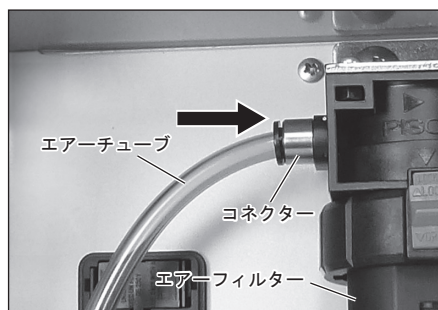

図 1
- 1) ユニット背面のエアフィルターのコネクターに、エアチューブを奥まで挿し込みます (図 1)。